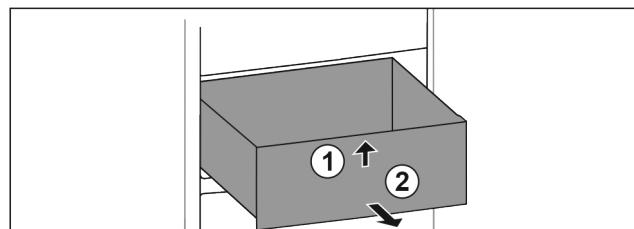

Fig. 57
- Schubfach vorne anheben. Fig. 57 (1)
- Schubfach nach vorne entnehmen. Fig. 57 (2)